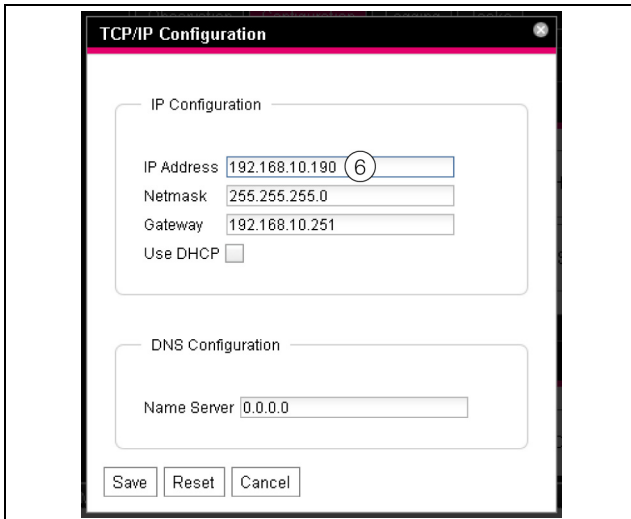

Abb. 14: Anpassen der TCP/IP-Einstellungen
- Ändern Sie im Fenster **TCP/IP Configuration** die IP-Adresse des Geräts auf eine im Netzwerk erlaubte Adresse ab (Abb. 14, Pos. 6).